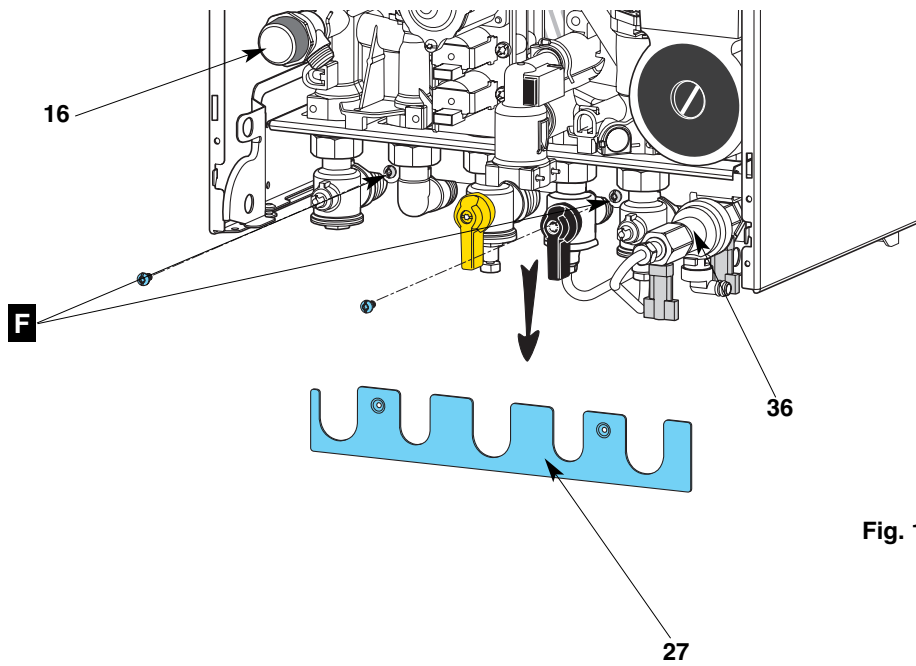

Fig. 10
- effectuer les raccordements eau et gaz avec les différents joints nécessaires (joint caoutchouc **H** sur le gaz), positionner le filtre métallique **G** dans le raccord retour chauffage. Pour faciliter ces raccordements, il est possible de retirer la tole rep. **27** (fig. 10) après avoir ôter les 2 vis **F**. Ceci peut être fait avant ou après l'accrochage de l'appareil.
L'orifice de vidange de la soupape de sécurité **16** et du disconnecteur **36** doivent obligatoirement être raccordé à une canalisation d'eau usée (fig. 10).